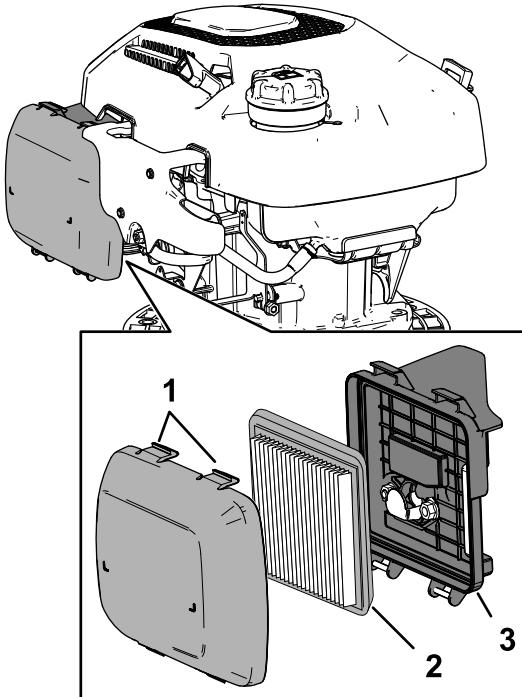

Figure 33
1. Appuyez sur les languettes de verrouillage en haut du couvercle du filtre à air (Figure 33).
3. Déposez l'élément filtrant (Figure 33).